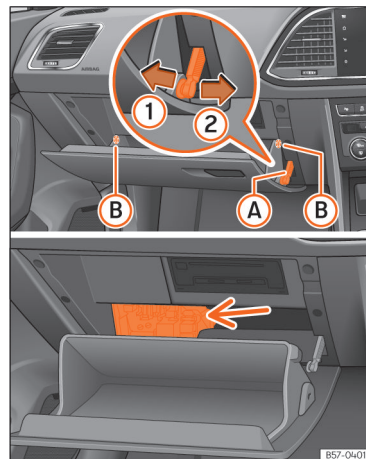

Fig. 200 Veículos com volante à direita: tampa da caixa de fusíveis do painel de instrumentos, no lado do passageiro.
- Desmonte o travão de abertura » » » Fig. 200